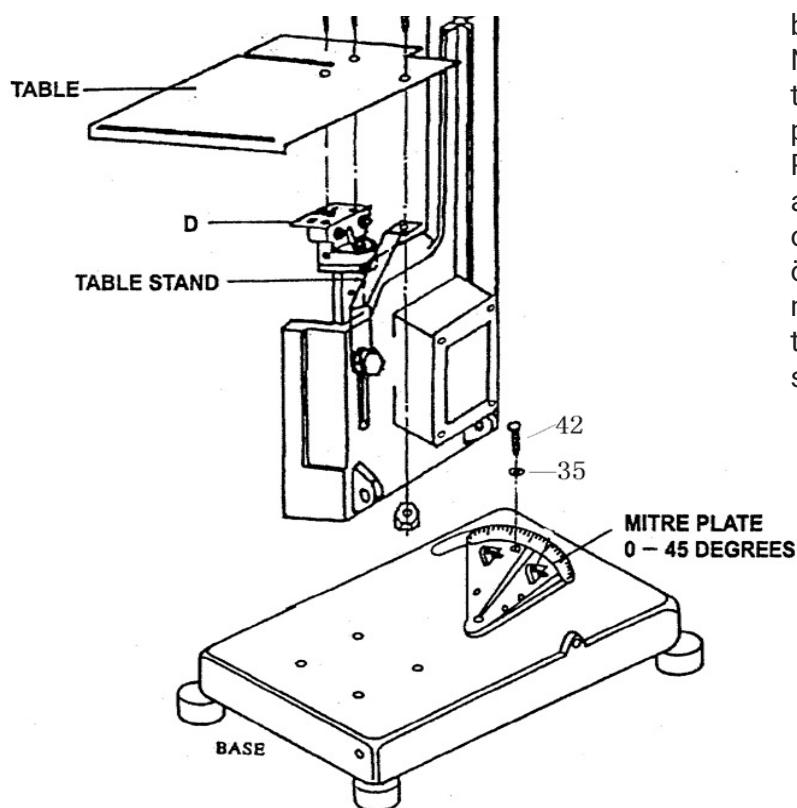

Fig 6
5. Om du vill skära arbetsstycket i någon vinkel mellan 0 grader och 45 grader, lossa skruvarna (bild 6, punkt 42), vrid såghuvudet enligt vinkelmåttet på gerplattan (dellista, artikel W7), dra åt skruvarna (Fig. 6, punkt 42) vid önskat läge, upprepa sedan stegen 1 till 4.
Montering av bordet (se fig 6):